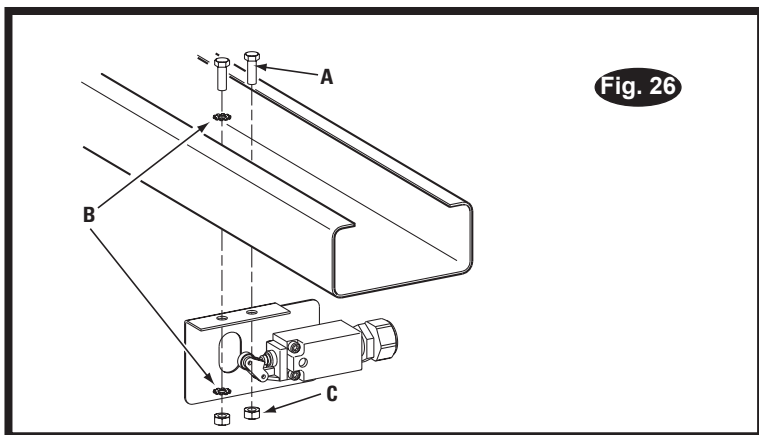

Fig. 26 Détails
2. Fixez l'interrupteur suspendu sur la colonne du bloc d'alimentation à l'aide de (2) vis à tête hexagonale M6\*20, d'écrous M6 et de rondelles en étoile 6 mm, Fig. 26.